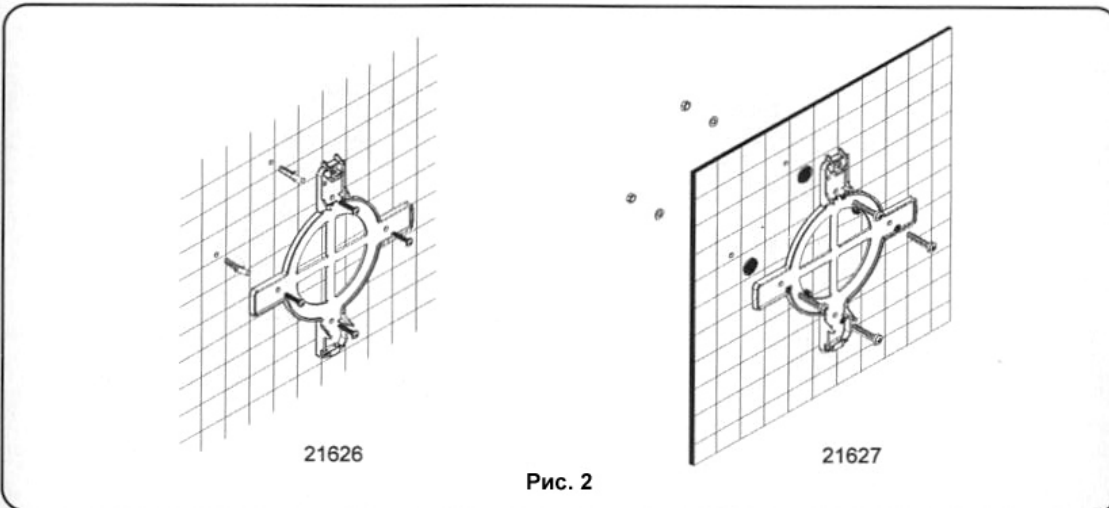

Рис. 2
Закрепите монтажный кронштейн на внутренней стенке бассейна с помощью четырех винтов М6 x 35 (№ 16) с уплотнительными кольцами (№ 17). Установите между монтажной крестовиной и гидроизоляционной пленкой четыре соединительных вставки (№ 18). Установите с внешней стороны бассейна 4 гайки (№ 20) с шайбами (19) (рис. 2).